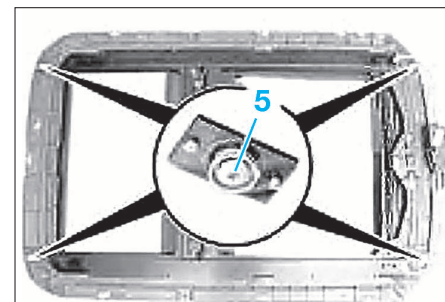

FIG. 46
- Déposer les 4 vis de fixations (5) (Fig.46).